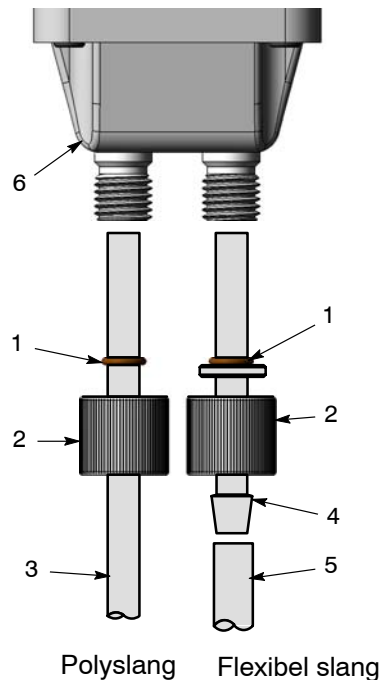

Bild 7 Anslutningar av pulverslang
1. Se bild 7. Tag av klämmuttern (2) och O-ringen (1) från pumpen.
2. Skjut klämmuttern över polyslangen (3).
4. Skjut in polyslangen i slitblocket (6) tills att det bottnar.
1. Se bild 7. Tag av en klämmutter för slang (2) och O-ringen (1) från pumpen.
2. Sätt på O-ringen (1) på slangadaptern (4), så att den ligger mot adapterns fläns.
5. Skjut på den flexibla pulverslangen (5) på den hullingsförsedda adapterns ände.